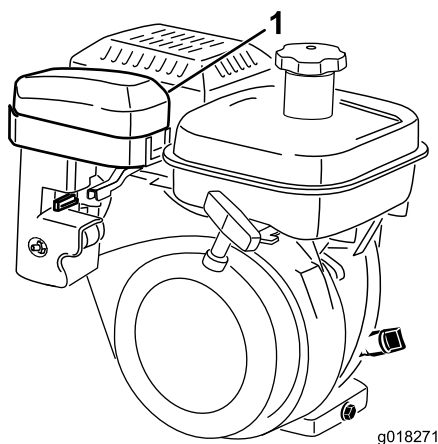
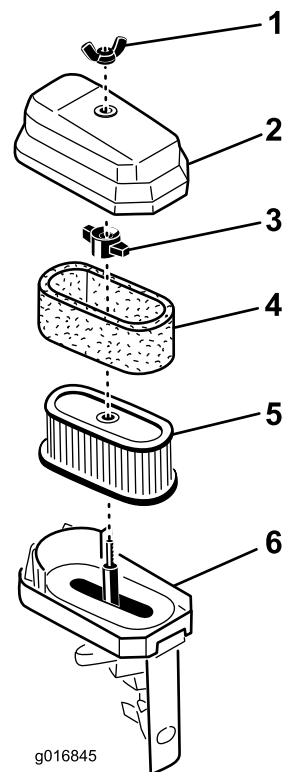

Bild 33
Bild 34
2. Nehmen Sie die Flügelschraube ab, mit der die Luftfilterabdeckung am Luftfilter befestigt ist. Nehmen Sie dann die Abdeckung ab. Reinigen Sie die Abdeckung gründlich (Bild 33 und Bild 34).
3. Nehmen Sie einen verschmutzten Schaumeinsatz vorsichtig vom Papiereinsatz ab (Bild 34). Reinigen Sie ihn gründlich.